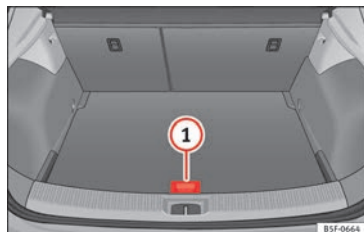

Fig. 178 Bagageira: piso variável
- Levante o piso variável pela pega » » Fig. 178 ①, puxe-o e empurre para o encosto dos bancos traseiros até que a parte móvel do piso assente sobre o mesmo.